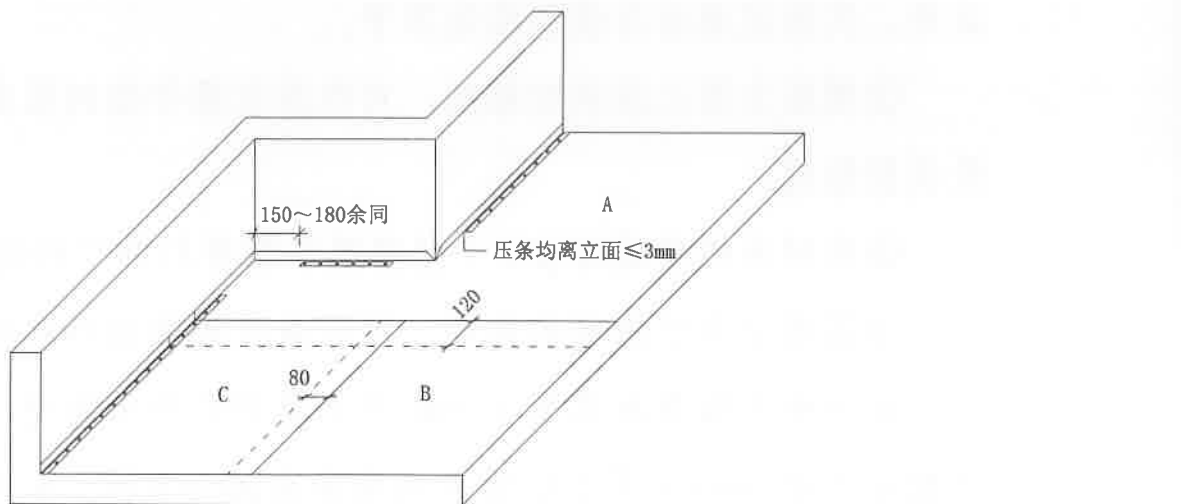

图 4 平面卷材搭接及阴角固定
⑧平面卷材长边采用机械固定，有固定件接缝宽度 120mm，无固定件接缝 80mm（见图 4），其中 B 块的尺寸为 720mm × 780mm。
⑨平面卷材在水平阴角部位采用 U 型压条 SW 螺钉固定。压条距立面应 $\leq 3\text{mm}$ ，压条上每 250mm 螺钉固定。压条端头距竖向阴角和竖向阳角 150mm ~ 180mm 断开（见图 4）